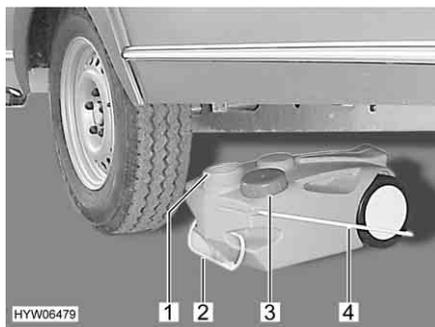

Bild 165 Abwassertank, fahrbar
- Öffnung des Abwassertanks (Bild 165,1) mit dem Deckel (Bild 165,3) schließen.
- Den Abwassertank am Griff (Bild 165,2) herausziehen.
- Tragegriff (Bild 165,4) nach oben klappen und Abwassertank aufstellen.